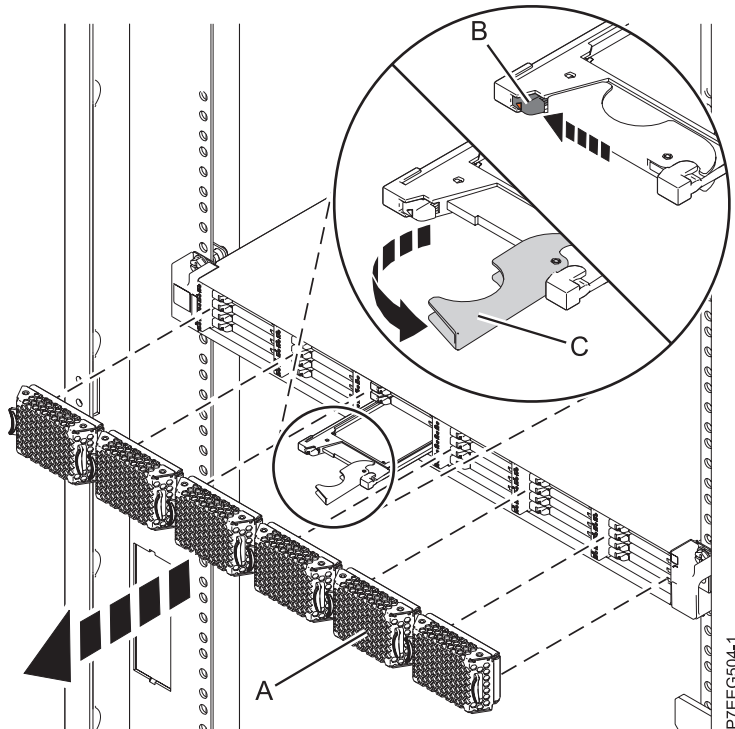

Figure 17. Retrait de l'unité SSD d'une armoire de stockage PCIe ED/R1
5. Lorsque le voyant d'identification de l'unité SSD s'allume et reste fixe, faites glisser doucement le taquet de déverrouillage **(B)** pour déverrouiller la poignée de l'unité. Pour plus d'informations, voir figure 17, à la page 32.